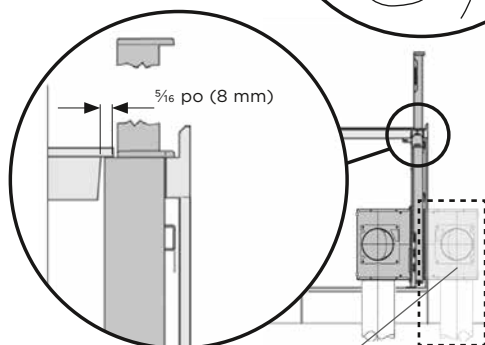

Fig.32
- Veillez à ce que le rebord arrière de la surface de cuisson recouvre le rebord avant de l'unité d'aspiration descendante de  $\frac{3}{16}$  po (8 mm) (Fig.32).